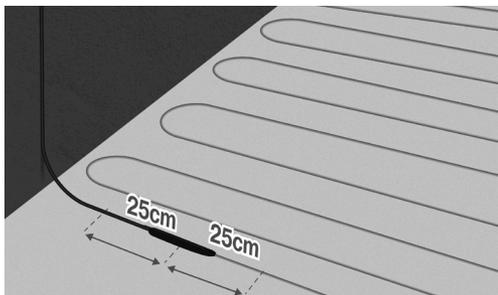

Fig. 9. Disposer le câble droit de chaque côté du joint
7. Les câbles sont fixés à environ 25 cm de chaque côté de la connexion entre le câble froid et le câble chauffant, tel que mesuré à partir du centre du joint. Veiller à démarrer de telle manière que le câble froid puisse atteindre le thermostat (Fig. 9).